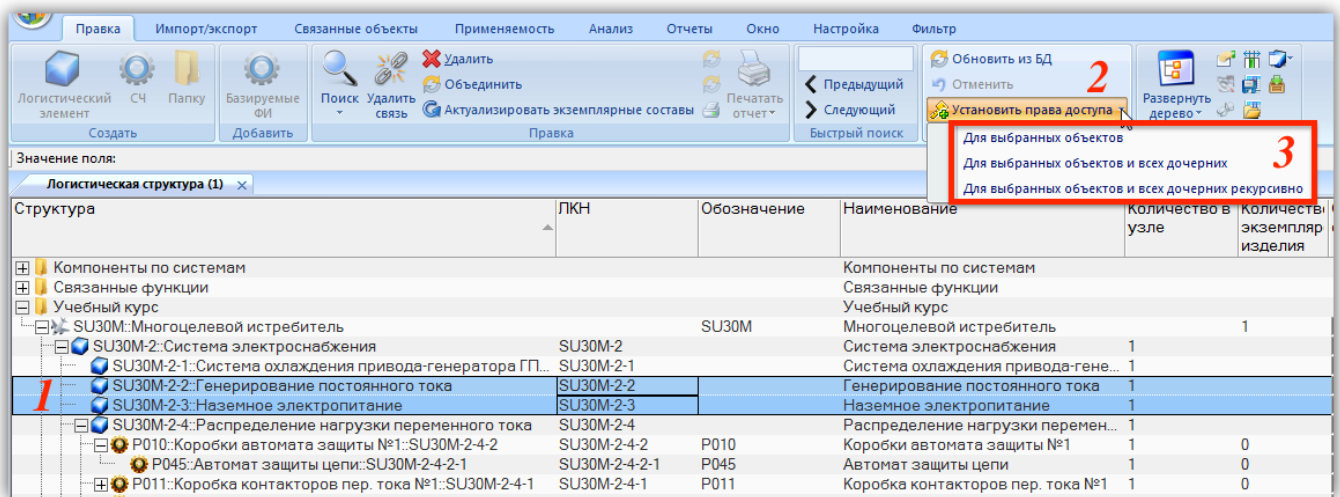

Рис. 6-6 – Назначение прав доступа на объекты БД
1) Выбрать объект в рабочем окне (1 на рис. 6-6) и нажать кнопку «Установить права доступа» панели «Данные» (2 на рис. 6-6). Для выбора нескольких объектов используются клавиши CTRL и SHIFT. В случае если для пользователя ограничен доступ к данному объекту, кнопка «Установить права доступа» будет для него недоступна.
2) Из раскрывшегося списка выбрать нужную команду (3 на рис. 6-6):